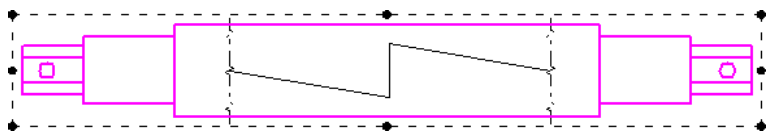

图 4.5.27 显示断裂线
Step2. 单击图纸中的唯一视图，在系统弹出的“视图”命令条中单击  按钮，此时图中显示出该视图的完整轮廓和断裂线，如图 4.5.27 所示。